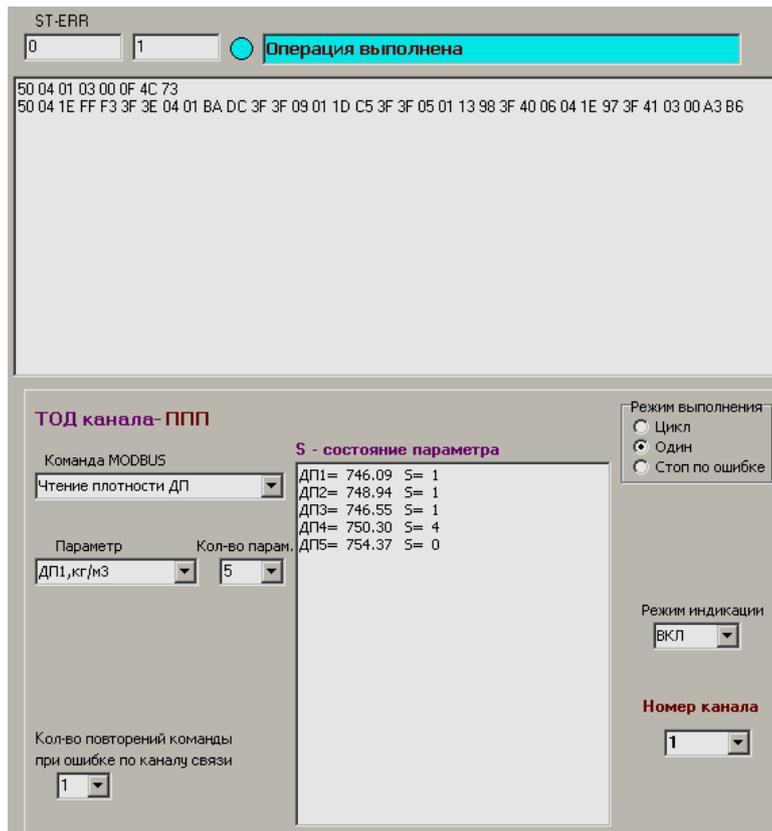

Рисунок 7.14
7.1.9.6 «Чтение плотности ДП». Команда используется для чтения значений плотности точечных плотномеров. При выборе команды на форме отображаются дополнительные параметры «Параметр» и «Кол-во парам.». Значение «Параметр» определяет начальный параметр для чтения, «Кол-во парам.» - количество параметров для чтения. «Параметр» «ДП1, кг/м3» - значение плотности 1-го ДП и т.д. В ППП может быть до 5 ДП. Если начальный «Параметр» равен «ДП1, кг/м3», то максимальное количество параметров для чтения в соответствии с КШЮЕ.421451.002ПО равно 5 (рисунок 7.14).